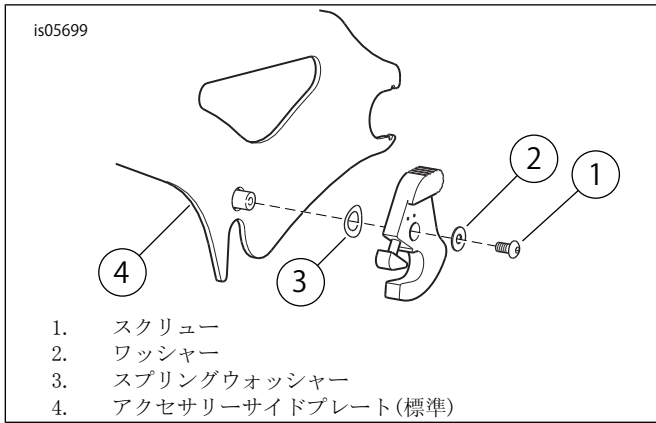

図2。ラッチを取り外す(外側右の取り付けが表示されています)
2. 「図2」を参照。取り替え対象のラッチからスクリュー(1)とウォッシャー(2)を取り外します。取り付けのためにスクリューとウォッシャーを保存します。